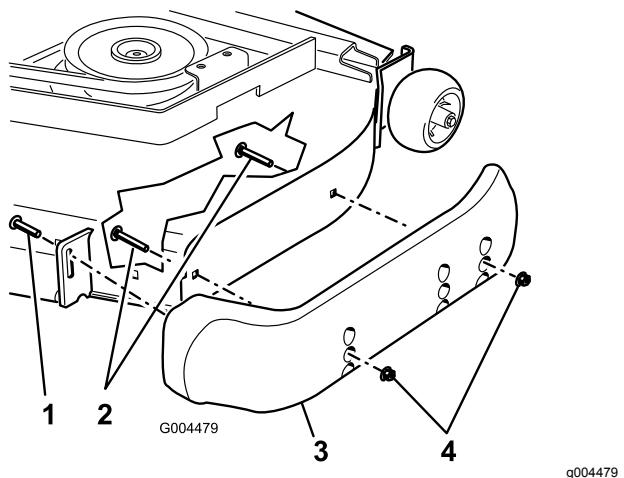

Figure 44
- Desserrez la vis à l'avant de chaque patin (2 patins sur les tabliers Guardian et 1 patin sur les tabliers à décharge latérale), comme montré à la Figure 44.